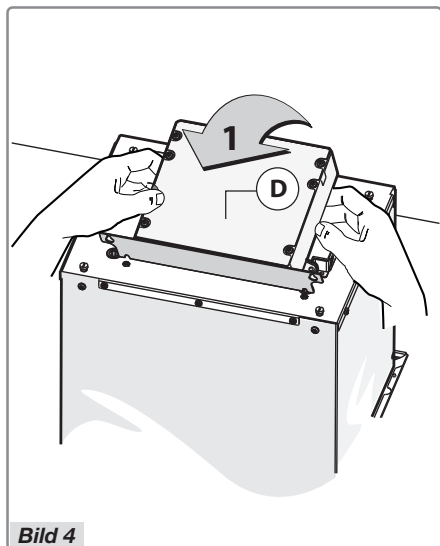

Bild 4
- För att installera köksfläkten ska du montera den elektriska enheten upprätt (Bild 4).